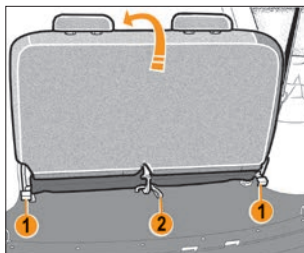

Рис. 2.3.2. Складывание сиденья третьего ряда (в варианном исполнении)
В варианном исполнении спинка сиденья третьего ряда складывается целиком (рис. 2.3.2) либо по частям (рис. 2.3.3) в соотношении 50/50.
- потяните за ручки **1** (см. рис. 2.3.2, 2.3.3) и сложите спинку сиденья.